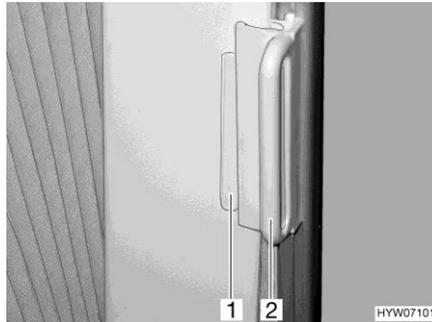

Bild 102 **Faltverdunklung, Fahrerhausfenster**
- Die Faltverdunklungen am Griff (Bild 102,2) fassen und vorsichtig zuziehen, bis der Magnetverschluss die Faltverdunklung geschlossen hält.
- Den Griff (Bild 102,2) auf den Aufsatz (Bild 102,1) schieben. Die Faltverdunklung ist gesichert.